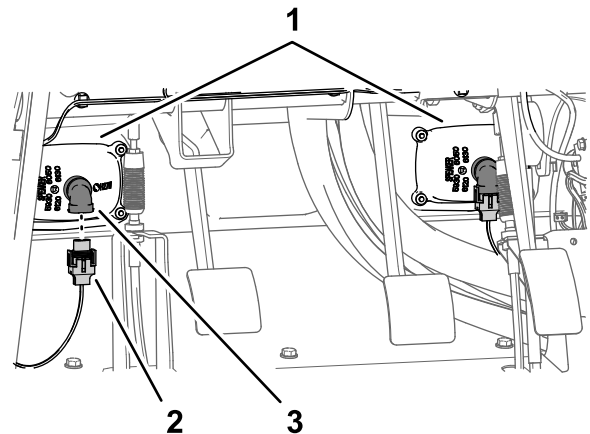

Bild 12
1. Schließen Sie die zwei elektrischen Anschlüsse (2-Buchsen-Stecker) des Maschinenkabelbaums vom 2-Stift-Stecker am linken und rechten Scheinwerfer ab (Bild 12).